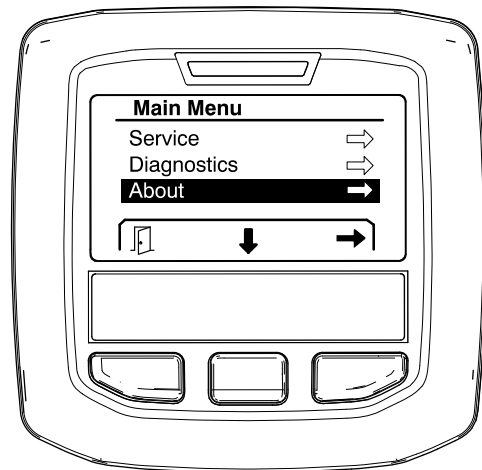

Figura 36
1. Para acceder a la pantalla About (Acerca de), utilice el botón central para desplazarse hasta la opción ABOUT (Acerca de) y, a continuación, pulse el botón derecho para acceder a la pantalla About (Acerca de) (Figura 36).